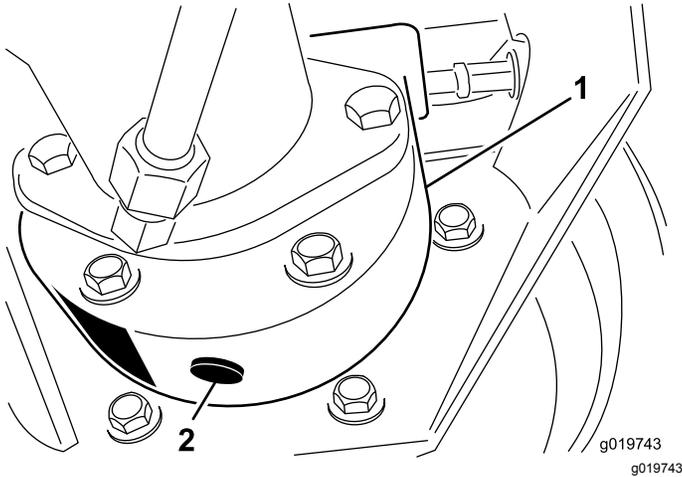

Figure 73
- Placez un bac de vidange sous le carter de frein et enlevez le bouchon pour permettre à l'huile de s'écouler (Figure 73).